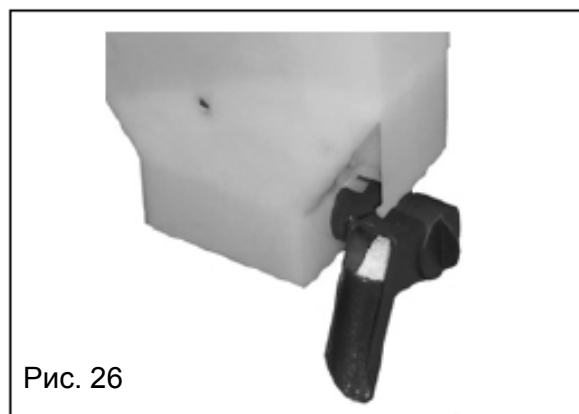

Рис. 26
- Для того чтобы поворотный транспортер работал нормально: перед запуском разлейте напиток 3-4 раза, чтобы выпускной канал стал более гладким (рис. 26)